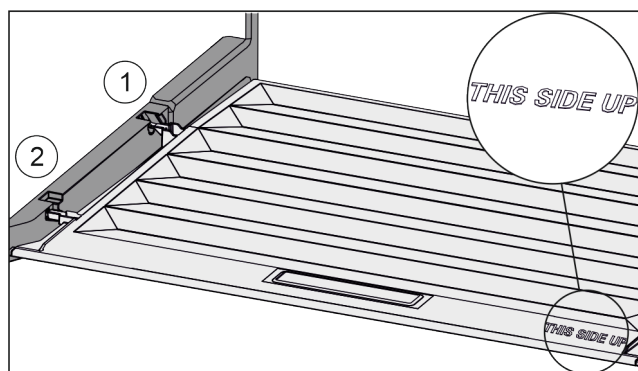

Fig. 158
- ▶ Robova predala vstavite nad odprtino zadnjega držala Fig. 158 (1), spredaj pa ju zataknete v držalo Fig. 158 (2).